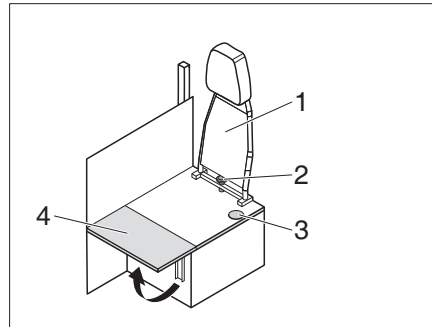

Bild 216 Umbau Fahrbetrieb - Wohnbetrieb
- Sternschraube (Bild 216,2) abschrauben und Rückenlehne (Bild 216,1) nach oben abnehmen.
- Sitzbankverlängerung (Bild 216,4) hochklappen.
- ▷ Beim Umbau vom Wohnbetrieb zum Fahrbetrieb in umgekehrter Reihenfolge verfahren. Darauf achten, dass der Sicherheitsgurt durch die Öffnung (Bild 216,3) geführt wird.